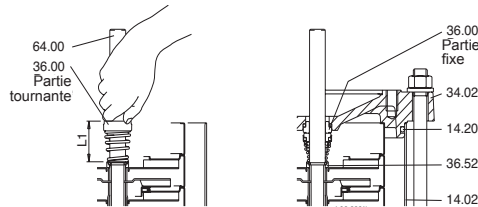

Fig. 5 Montage de l'étanchéité mécanique
Pour le démontage et le remontage observer la construction sur le dessin en coupe (chap. 14.) et les figures 5, 6.
5. Enlever les vis (61.07) et **extraire la lanterne** (32.00) avec le roulement à billes (66.00) et l'accouplement (64.22) du couvercle supérieur (34.02) et de l'arbre (64.00) (fig. 5 b).
7. **Extraire le couvercle supérieur** (34.02) de l'arbre (64.00) et de la chemise externe (14.02) - ou avec la chemise externe du corps de pompe (14.00) - utiliser une cale de bois en faisant levier sur tout le pourtour (**fig. 5 c**).
Pousser la partie tournante sur l'arbre (64.00) jusqu'à la bague d'appui (36.52) sans comprimer le ressort. Contrôler la longueur avant et après le glissement et soulever la bague tournante jusqu'à la longueur initiale (L1 dans la **fig. 5**).